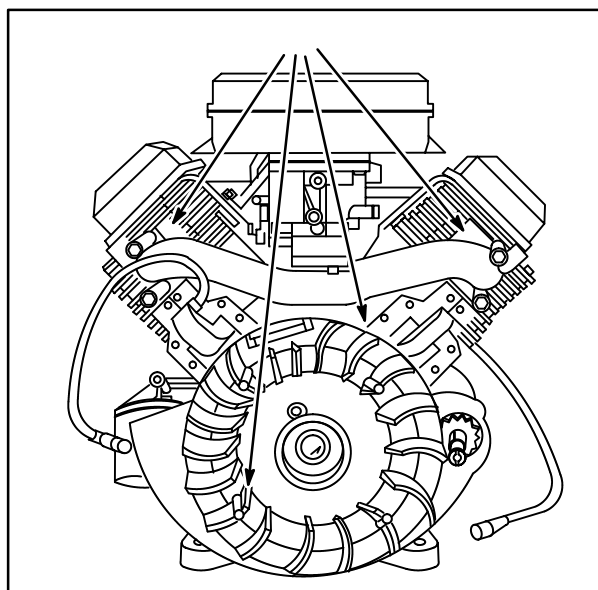

Fig. 25
A Fig. 25 mostra o alojamento do ventilador removido e as áreas a serem limpas (1) no motor Vanguard™.